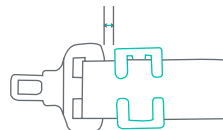

Fig. 44-1
- Sujete el cinturón de hombro al cinturón de regazo instalando el gancho de fijación a media pulgada de la hebilla como se muestra en (Fig. 44-1).